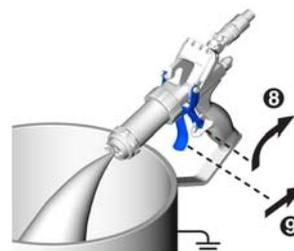

ABB. 21
- Die Abzugssperre an der Pistole entriegeln. Siehe ABB. 21.
- Spülluft aus Harz- und Katalysatorschläuchen:* Während ein geerdeter Eimer unter der Pistole steht, die Pistole gegen die Seite des Eimers drücken und am Abzug ziehen, um Material auszugeben. Weiter ausgeben, bis an beiden Öffnungen an der Vorderseite der Pistole Material ohne Luftblasen ausgegeben wird. Siehe ABB. 21. Der Luftdruck der Pumpe kann eventuell leicht erhöht werden müssen, bis das Material zu fließen beginnt.